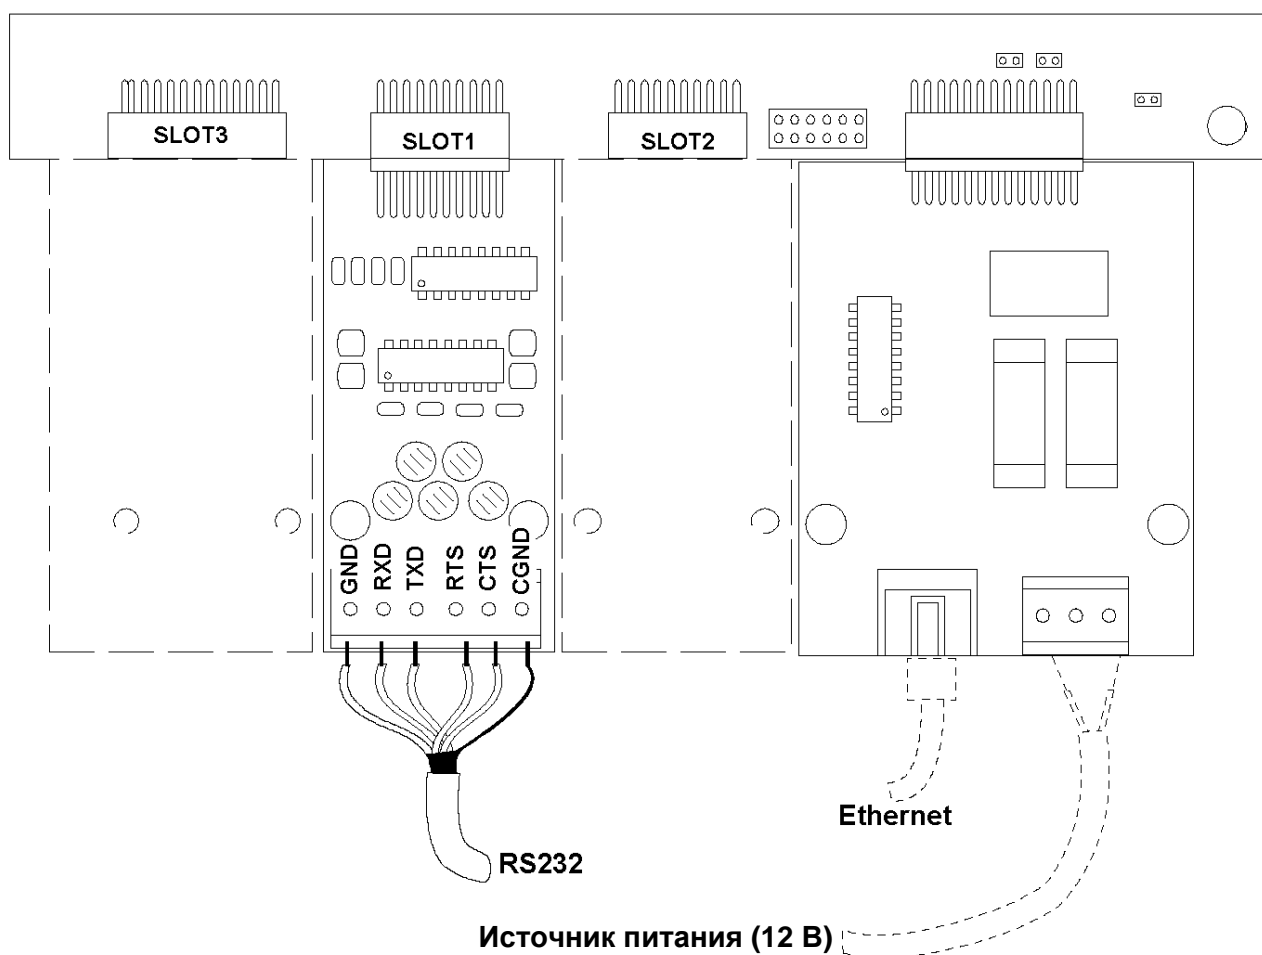

Рисунок 11. Подключение платы RS232 (дополнительная комплектация)
- Подключите кабель RS485 к передней соединительной плате, как показано на Рис. 11.